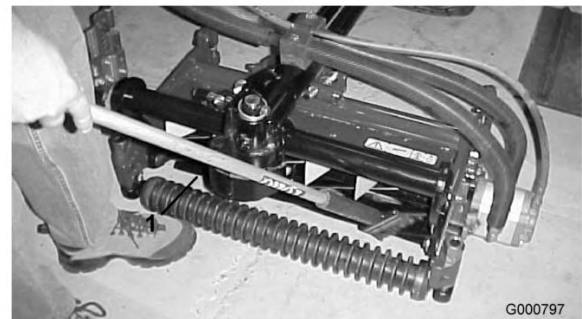

Bild 83
8. Tragen Sie mit einer Bürste mit langem Stiel Schleifpaste (Toro Bestellnummer 29-9100) auf die Spindel auf. Verwenden Sie nie Bürsten mit kurzem Stiel (Bild 83).